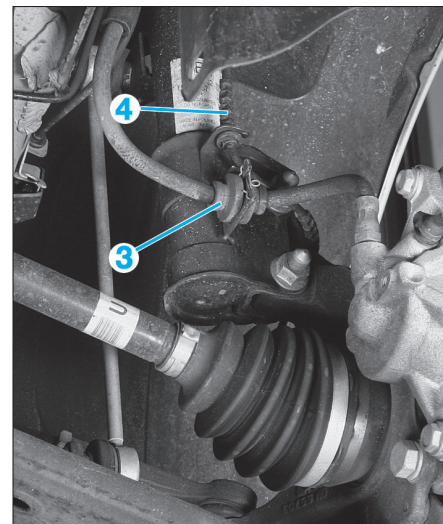

Fig. 5
- Dégrafer (Fig.5) :
- la durite de frein (3) de l'élément de suspension,
- le faisceau du capteur ABS (4).